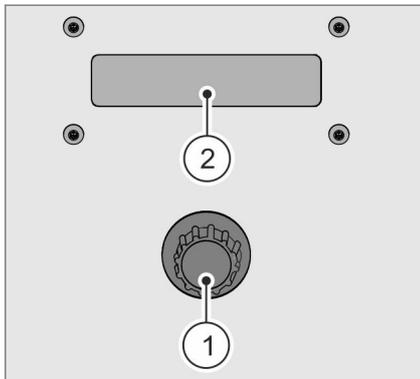

Abb. 19 Drehtaster
Über jeden Drehtaster Abb. 19 / (1) an der Bedieneinheit können folgende Füllparameter eingestellt werden:
Abb. 19 / (2) angezeigt.
Die eingestellte Füllgeschwindigkeit wird nur während der Befüllung der Glasflaschen an den Displays Abb. 19 / (2) angezeigt.